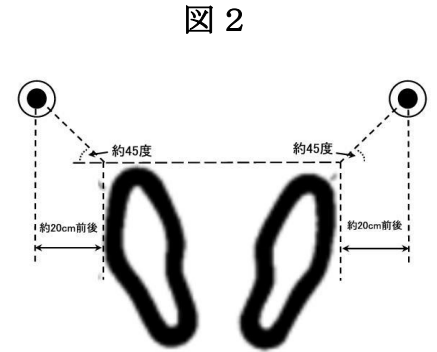

図 2
- ◆ 次に、握りの位置を肘がやや曲る程度に調整します。調整後の姿勢として、図2の様に爪先外側前方に杖先を置いて、やや前屈みになるような姿勢(突立ってしまわない様に)になる様に調整してください。